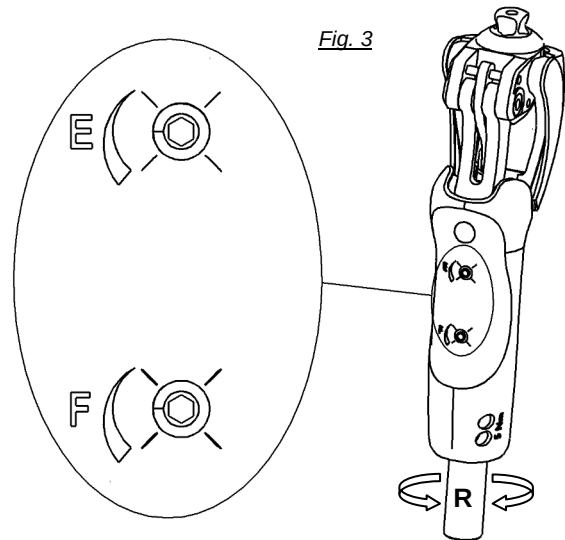

Fig. 3
En extension, le système d'articulation à biellettes positionne le centre instantané de rotation derrière la ligne de charge, conférant ainsi au genou une bonne stabilité en phase d'appui. Chaque vitesse (flexion et d'extension Cf. page 4 : Fig. 3) est réglable de manière indépendante.
La force du rappel en extension est réglable par l'intermédiaire d'un canon de rappel (Cf. page 4 : Fig.3) *Remarque: un kit « Canon court » est disponible sous la référence 1P11067. Il permet de diminuer la hauteur totale du genou de 22mm. Ce kit contient un canon court, un ressort adapté, ainsi qu'une notice de montage.*
## RÉGLAGES DE LA CADENCE DE MARCHÉ (Fig.3)
Il est formellement proscrire de visser ou dévisser une quelconque vis de ce genou, à l'exception des deux pointeaux **E** et **F** (Fig.3) et des deux vis de serrage **V1** et **V2** (Fig. 1b) du tube Ø34.
In extension this joint system with linkages puts the instantaneous center of rotation backward the load line. This ensures a good stability in stance phase. Every flexion and extension speed is adjustable independently (See page 7: Fig. 3).
The extension assist strength is adjustable through an extension spring cylinder (See page 7 : Fig.3) *Note: a « short extension spring cylinder » kit is available (ref. 1P11067) and allows to shorten the total height of the knee by 22 mm. This kit includes a short cylinder, an adapted spring and assembling instructions.*
Except from knobs **E** and **F** (Fig. 3) and tightening screws **V1** and **V2** (Fig. 1b) of the Ø34 tube, screwing on or loosening any other screws of the knee is strictly forbidden.
Dank dem Gelenksystem mit Pleuelstangen liegt im Extension der Momentan-Drehpunkt hinter der Belastungslinie. Dadurch wird eine hohe Stabilität in der Standphase gesichert. Jede Flexions- und Extensionsgeschwindigkeit ist unabhängig einstellbar (Siehe Seite 4 - Abb. 3).
Die Extensionsvorbringerkraft kann durch einem Vorbringerzylinder eingestellt werden (Siehe Seite 4 - Abbildung 3). **Bemerkung:** Das « kürzere Vorbringerfeder » Kit 1P11067 ermöglicht es, die gesamte Kniehöhe um 22 mm zu verkürzen. Dieses Kit besteht aus einem kürzeren Zylinder, einer adaptierten Feder und einer Montageanleitung.
## EINSTELLUNGEN DES GANGRHYTHMUS (Fig.3)
Außer der Knöpfe **E** und **F** (Abb.3) und die Klemmschrauben **V1** und **V2** (Abb. 1b) des Rohrs Ø34, ist es streng verboten, alle anderen Schrauben des Knies herauszudrehen.